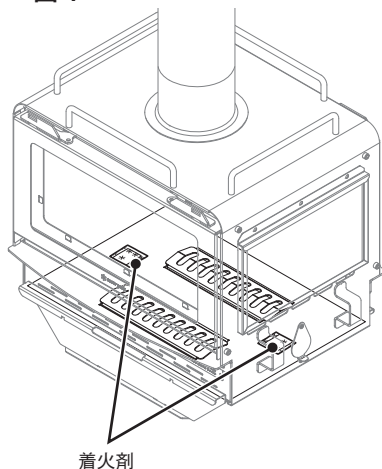

図 2
- ② 着火剤の火が届く位置に薪(針葉樹)数本(目安:4~5本)を設置してください(図2)。このときに、薪を入れすぎると空気がスムーズに入らず着火しないおそれがあります。また2次空気吹き出し口より高い位置まで薪は入れないでください。
- ③ 灰受けから空気をうまく取り入れるために図Aのように灰受けを一度外に引き出し、灰受け下部にある爪が本体に当たるまで閉めてください。※このとき灰受けを最後まで締め切ってしまうと空気を取り込むことができず、着火できない可能性があります。
- ④ 着火穴を開けマッチなどで着火してください。着火剤に火が付いたら着火穴は必ず閉めてください。
- ⑤ ストープ内の全ての薪にしっかりと着火したら、灰受けを完全に締め切ってください。